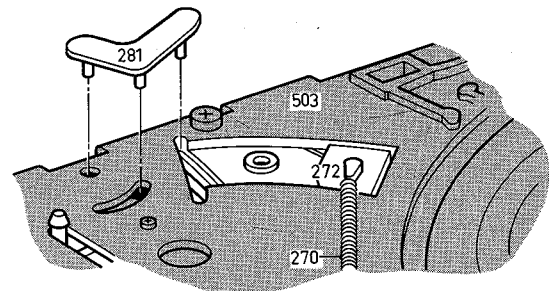

Fig. 3-1-24
- Halterung rechts und links entriegeln (Abb. 3-1-24).